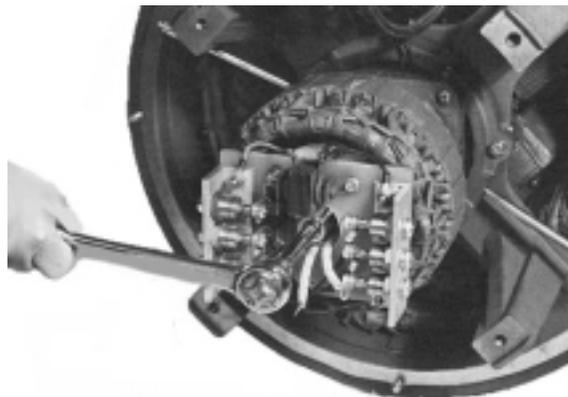

Figure 6-11
2. Dévisser les vis à rondelles Belleville qui fixent l'armature (rotor) de l'excitatrice à l'arbre l'alternateur (Figure 6-11).